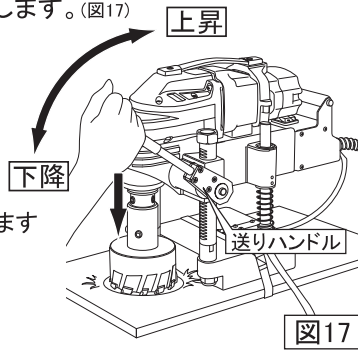

図17
(8) ハンドルをゆっくり引き下げ刃物を下ろし加工を開始します。(図17)